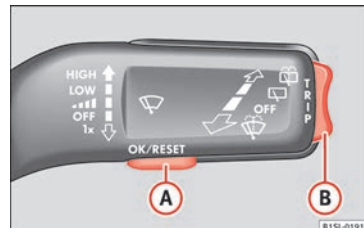

Abb. 33 Scheibenwischerhebel: Steuertasten.
- Falls eine Meldung oder das Fahrzeug-Piktogramm angezeigt wird, Taste **(OK/RESET)** (» Abb. 33 **A**) drücken.
- Wippe » Abb. 33 **B**) oben oder unten drücken, bis der gewünschte Anzeigepunkt angezeigt wird.